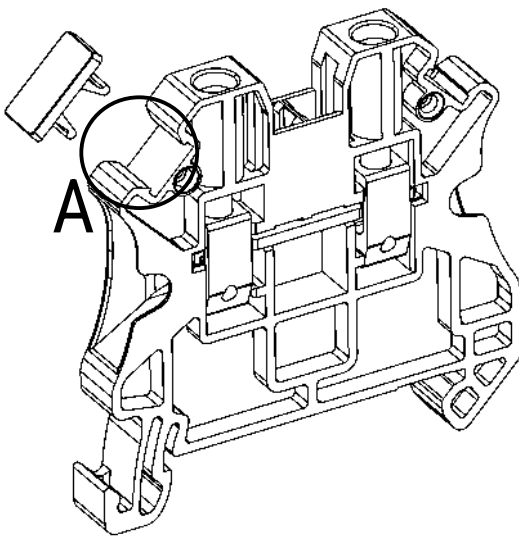
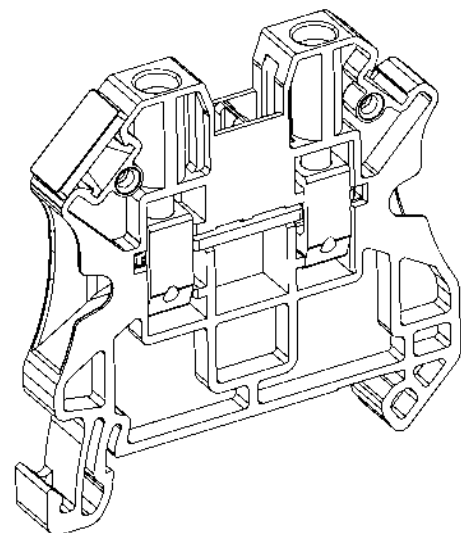

Рисунок 45 – установка маркировки УМК
Рисунок 46 – установленная маркировка УМК
- Для установки маркировки УМК вдавите ее в отмеченный паз клеммы (рис. 45, «А»; рис. 46).